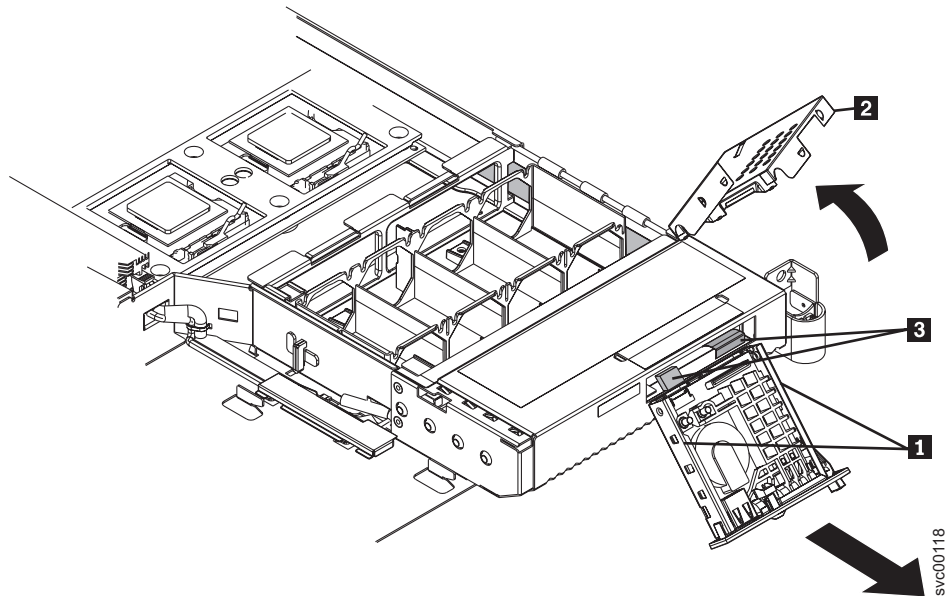

図 171. オペレーター・パネル表示装置が見える SAN ボリューム・コントローラー 2145-8F2
5. 小さなねじ回しを使用して、オペレーター・パネル表示装置アセンブリーの側面にある保持スプリング (図 171 の **1**) を押し込みます。
8. アセンブリー・カバー（520 ページの図 171 の **2**）を上回して、オペレーター情報パネル・アセンブリーから外します。
9. アセンブリーの後部から 2 本のケーブル（520 ページの図 171 の **3**）のプラグを抜きます。